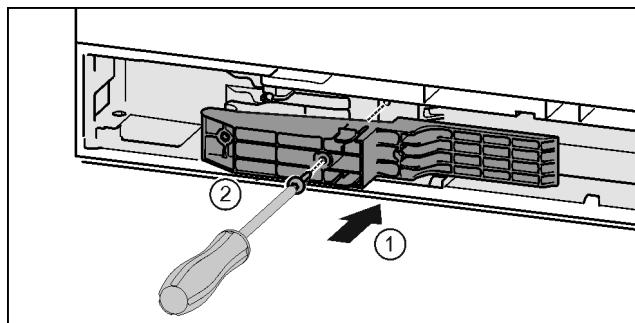

Fig. 45 *
- Ievietojiet adapteri padziļinājumā satveršanas pusē. Fig. 45 (1)*
- Pieskrūvējiet skrūves ar skrūvgriezi T15. Fig. 45 (2)*